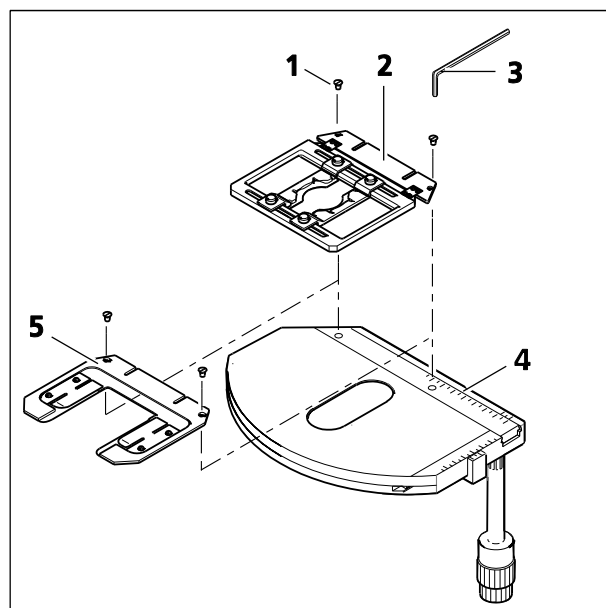

Figure 3-16 Remplacement du cadre de montage universel
- Dévisser les deux vis à tête fraisée (Figure 3-16/1) à l'aide d'une clé Allen de 2 mm de large (Figure 3-16/3).
- Soulever le cadre de montage universel (Figure 3-16/2) et le retirer de la platine mécanique (Figure 3-16/4).
- Placer le cadre de montage ou le porte-échantillon souhaité (Figure 3-16/5) sur la platine mécanique, puis le visser à l'aide des deux vis à tête fraisée.